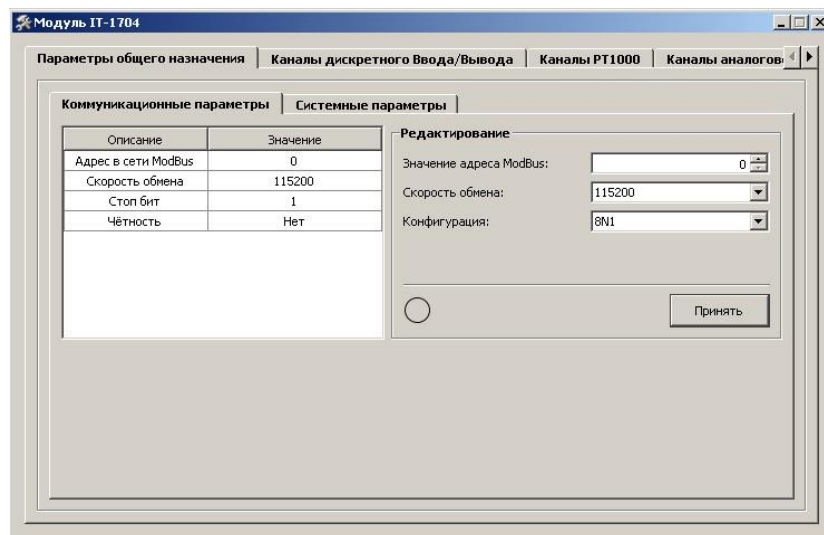

Рис.4
- Коммуникационные параметры (Рис.4)